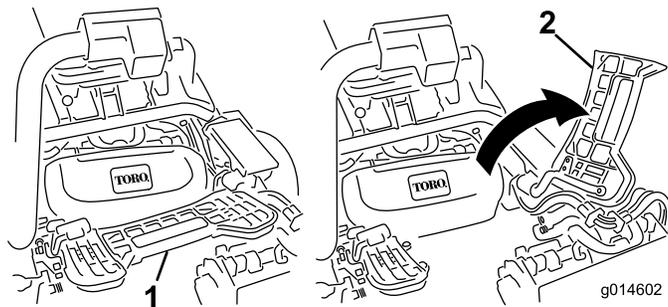

图32
2. 提起搁脚板并翻开，以便接触到中间滚刀组位置（图32）。